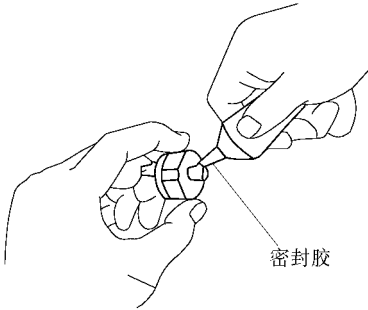

图 3-7 涂敷密封胶
- 1) 将螺纹上的旧密封胶清理干净，在开关端部的 2 或 3 牙螺纹上涂敷密封胶，如图 3-7 所示。